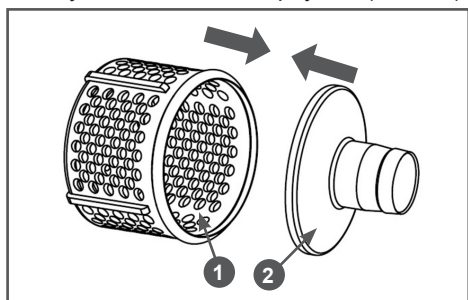

Рис. 12 Сборка всасывающего фильтра
- Соедините корпус 1 всасывающего фильтра и крышку 2 с патрубком (Рис. 12). Убедитесь, что крышка 2 всасывающего фильтра полностью защёлкнулась на ободке корпуса 1 (Рис. 12).